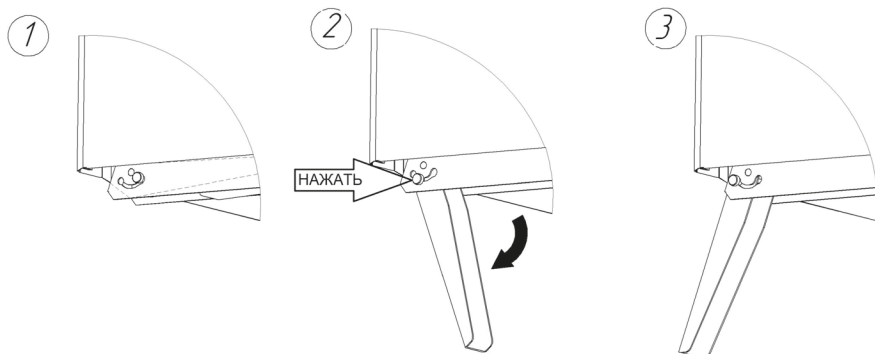

Рисунок 3
2. Установить ножки в рабочее положение. Для этого необходимо нажать на кнопку-фиксатор и повернуть ножку вокруг оси до фиксации её в раскрытом положении (рис. 3).